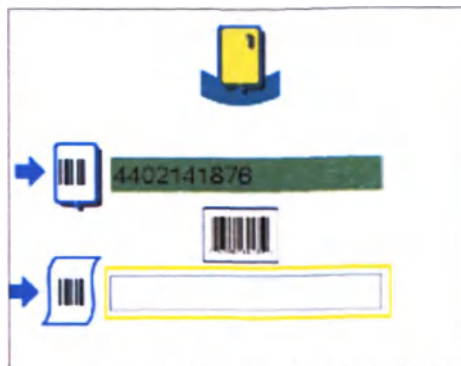

Рис. 53
- ✗ Вернуться к предыдущему экрану (Рис. 53).
- ▶ Вернуться к предыдущему экрану (Рис. 53).